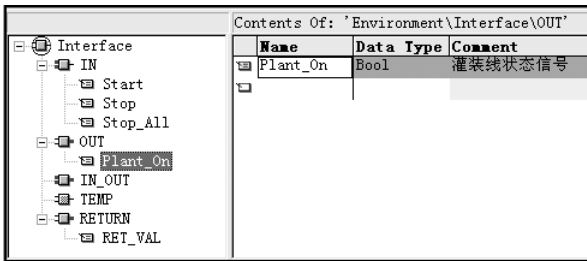

图 13-8 声明输出参数
2) 在程序编辑器中声明 1 个输出参数：Plant_On，如图 13-8 所示。